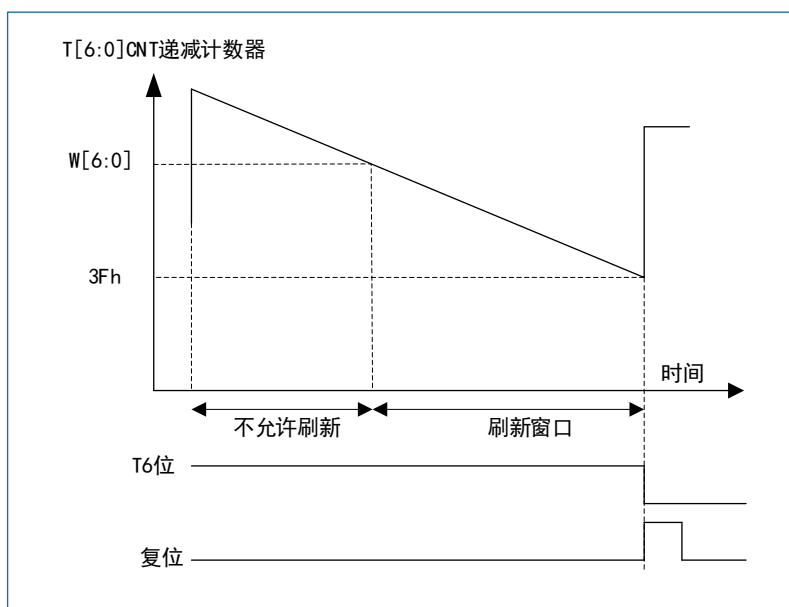

图 17-2 WWDG 时序图
- 当递减计数器在窗口外被重新装载，（若看门狗被启动）则产生复位。具体信息请参见：图 17-2。
T[5:0]位包含了看门狗产生复位之前的计时数目；复位前的延时时间在一个最小值和一个最大值之间变化，这是因为写入 WWDG_CR 寄存器时，预分频值是未知的。配置寄存器 (WWDG_CFR) 中包含窗口的上限值：要避免产生复位，递减计数器必须在其值小于窗口寄存器的数值并且大于 0x3F 时被重新装载，图 17-2 描述了窗口寄存器的工作过程。另一个重装载计数器的方法是利用提前唤醒中断 (EWI)。设置 WWDG_CFR 寄存器中的 EWI 位开启该中断。当递减计数器到达 0x40 时，则产生此中断，相应的中断服务程序 (ISR) 可以用来加载计数器以防止 WWDG 复位。在 WWDG_SR 寄存器中写'0'可以清除该中断。
可以使用图 17-2 提供的公式计算窗口看门狗的超时时间。